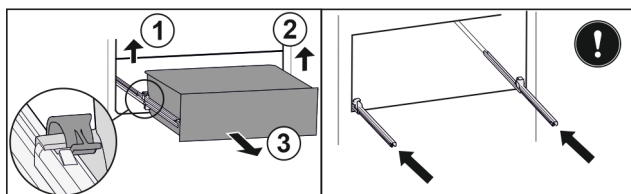

Fig. 166
- ▶ Dvignite levo spojko in hkrati povlecite predal levo naprej. Fig. 166 (1)
- ▶ Dvignite desno spojko in hkrati povlecite predal desno naprej. Fig. 166 (2)
- ▶ Predal vzemite ven v smeri naprej. Fig. 166 (3)